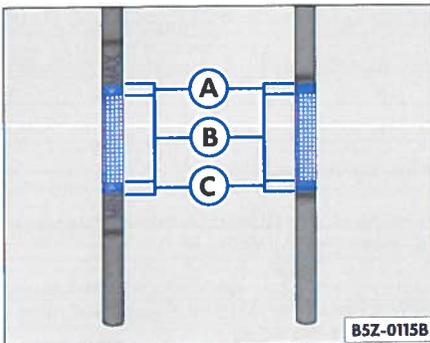
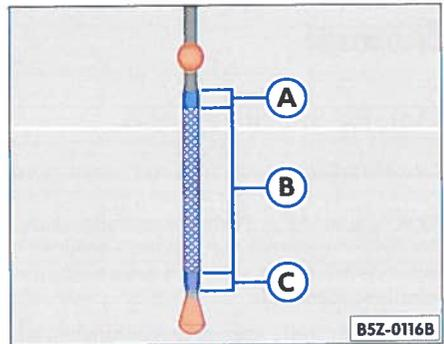

Abb. 91 Motorraum: Ölmesstab
Abb. 92 Prinzipdarstellung: Ölstand prüfen
– Ziehen Sie den Ölmesstab wieder heraus und lesen Sie den Ölstand am unteren Ende des Ölmesstabes ab ⇒ **Abb. 91** bzw. ⇒ **Abb. 92**.
Befindet sich der Ölstand im Bereich ⇒ **Abb. 91** **A** bzw. ⇒ **Abb. 92** **A**, darf kein Öl nachgefüllt werden.
– Sobald der Ölstand mindestens im Bereich ⇒ Seite 148, **Abb. 91** bzw. ⇒ Seite 148, **Abb. 92**  steht, schrauben Sie den Deckel der Einfüllöffnung sorgfältig wieder zu.
Steht der Ölstand oberhalb des Bereiches ⇒ Seite 148, **Abb. 91** bzw. ⇒ Seite 148, **Abb. 92** , starten Sie nicht den Motor – Gefahr eines Katalysator- und Motorschadens! Benachrichtigen Sie einen Fachbetrieb.